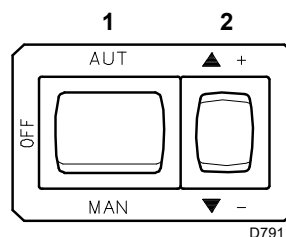
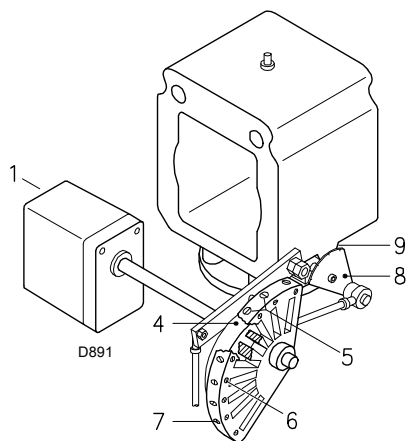
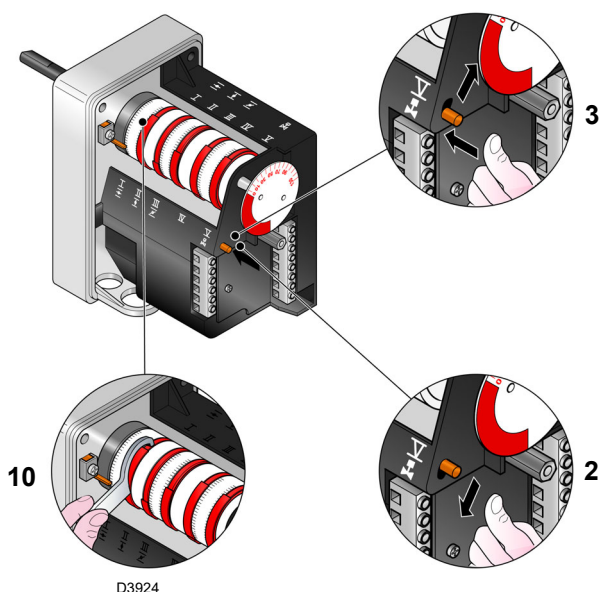
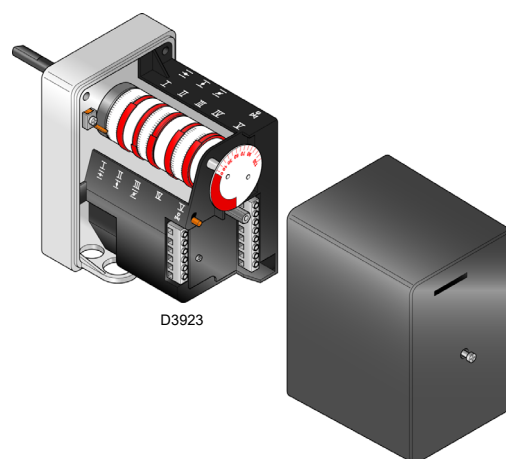

Fig. 31
Fig. 32
Fig. 33
Fig. 34
Fermer les thermostats/pressostats et mettre l'interrupteur 1)(Fig. 31) sur « **MAN** ».
Le réglage de l'air est effectué en modifiant l'angle de la came III) (Fig. 34, à la page 27) et au moyen du sélecteur 2)(Fig. 31). Pour le réglage de la came du servomoteur, (voir Fig. 33).
Appuyer maintenant sur le bouton 2)(Fig. 31) « augmentation de puissance » et le maintenir enfoncé jusqu'à ce que le servomoteur ait ouvert le volet d'air et le papillon gaz.
Le réglage de l'air est effectué en modifiant l'angle de la came I)(Fig. 34, à la page 27) et au moyen du sélecteur 2)(Fig. 31, à la page 25).
Pour le réglage de la came du servomoteur, (voir Fig. 33).
Légende (Fig. 32)
La puissance MIN. doit être choisie dans la plage de puissance reportée dans la Fig. 2, à la page 8. Appuyer sur le bouton 2)(Fig. 33) « Diminution de puissance » et le maintenir enfoncé jusqu'à ce que le servomoteur se mette (Fig. 33, à la page 26) sur le réglage effectué en usine.
Modifier progressivement le profil initial de la came mécanique 4) Fig. 32, en agissant sur les vis 5)(Fig. 32).
Remettre la puissance à 800 kW en agissant sur les vis 5) de la came mécanique (Fig. 32) et vérifier les émissions.
Le réglage est effectué en modifiant l'angle de la came III) du servomoteur (Fig. 34, à la page 27) et au moyen du sélecteur 2)(Fig. 31, à la page 25).
Pour l'éventuel réglage de la came III), (voir Fig. 33).
Le passage d'une position à la suivante est obtenu en maintenant le bouton 2) enfoncé sur le symbole (+) ou (-) (Fig. 31, à la page 25). Appuyer légèrement sur le bouton 2)(Fig. 31, à la page 25) « Augmentation de puissance » afin que le servomoteur tourne d'environ 20°, voir index gradué servomoteur (Fig. 32, à la page 26) et index gradué volets d'air 5)(Fig. 32 à la page 26).
Visser ou dévisser la vis 5) de la came mécanique (Fig. 32, à la page 26) choisie pour augmenter ou diminuer le débit de gaz de façon à l'adapter au débit correspondant d'air pour obtenir une combustion optimale.
Éteindre le brûleur en agissant sur l'interrupteur 1)(Fig. 31, à la page 25), position OFF, désolidariser la came mécanique 1)(Fig. 34) pour séparer les engrenages du servomoteur, en appuyant et en déplaçant le bouton 3)(Fig. 33, à la page 26) vers le bas et vérifier plusieurs fois en tournant manuellement la came mécanique 1)(Fig. 33, à la page 26) en avant et en arrière que le mouvement est souple et sans points durs.
Il est recommandé de fixer à nouveau la came mécanique 5)(Fig. 32 à la page 26) au servomoteur en déplaçant le bouton 3)(Fig. 33, à la page 26) vers le haut.
- 6s :** Démarrage du servomoteur : il tourne vers la droite de 130°, à savoir jusqu'à l'intervention du contact sur la came I (Fig. 34, à la page 27). Le volet d'air se positionne sur la puissance MAX.
- 80s :** Le servomoteur tourne vers la gauche jusqu'à l'angle établi sur la came III (Fig. 34, à la page 27) pour la puissance MIN.
- 112s :** Le volet d'air et le papillon gaz se positionnent sur la puissance MIN (avec la came III) (Fig. 34, à la page 27) à 30°.